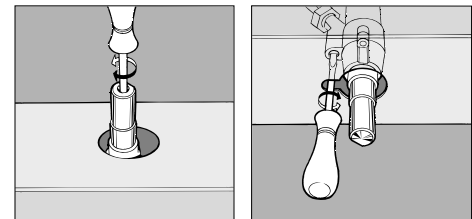

Fig.7
2. Déposez la manette (figure 7) et tournez la vis de réglage positionnée à l'intérieur ou sur le côté de la tige du robinet jusqu'à ce que vous obteniez une petite flamme régulière;